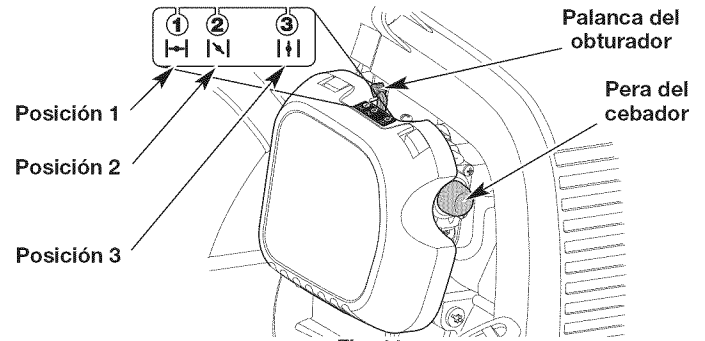

Fig. 11
3. Oprima y suelte despacio la pera del cebador **10 veces** (Fig. 11). Si no se ve combustible en la pera del cebador, oprima y suelte la pera hasta que se vea el combustible.
4. Mueva la palanca del obturador a la **Posición 1** (Fig. 11).
7. **NO** apriete el control del regulador. Mueva la palanca del obturador a la **Posición 2** (Fig. 11).
10. Siga apretando el control del regulador. Mueva la palanca del obturador a la **Posición 3** (Fig. 11) y siga calentando el motor otros 60 segundos. La unidad se puede usar en este momento.
8. **NO** apriete el control del regulador. Mueva la palanca del obturador a la **Posición 2** (Fig. 11).
12. Siga apretando el control del regulador. Mueva la palanca del obturador a la **Posición 3** (Fig. 11) y siga calentando el motor otros 60 segundos. La unidad se puede usar en este momento.